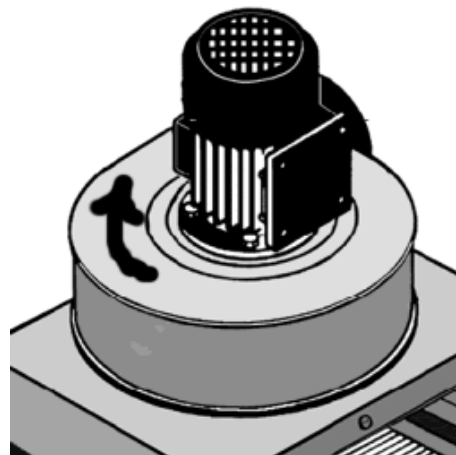

Рис. 8.3
- 8.7. Проверьте направление вращения крыльчатки вентилятора – направление вращения крыльчатки по стрелке, нанесенной на улитке вентилятора (по направлению улитки, см. рис. 8.3).